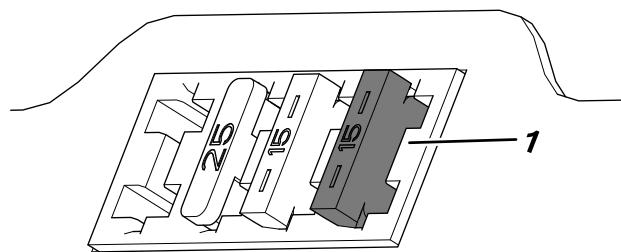

Bild 8
7. Setzen Sie die Sicherung in die ganz rechte Fassung (wenn Sie auf den Sicherungskasten schauen) ein (Bild 8).